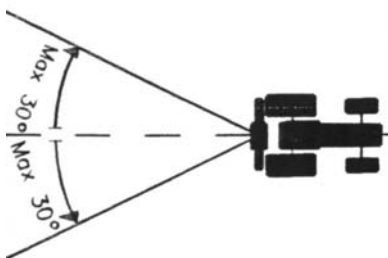

Bild 3
28. Beim Ziehen beachten Sie den maximal erlaubten Winkel von 30 Grad (Bild 3).